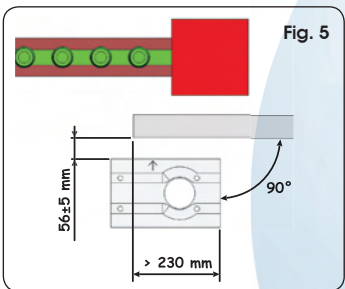
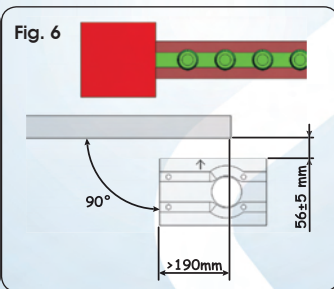

Fig. 5
Fig. 6
2. De funderingsplaat moet worden geplaatst zoals aangegeven in Fig.5 (sluiting rechts) of Fig. 6 (sluiting links) om ervoor te zorgen dat het rondsel en de tandheugel goed in elkaar grijpen.